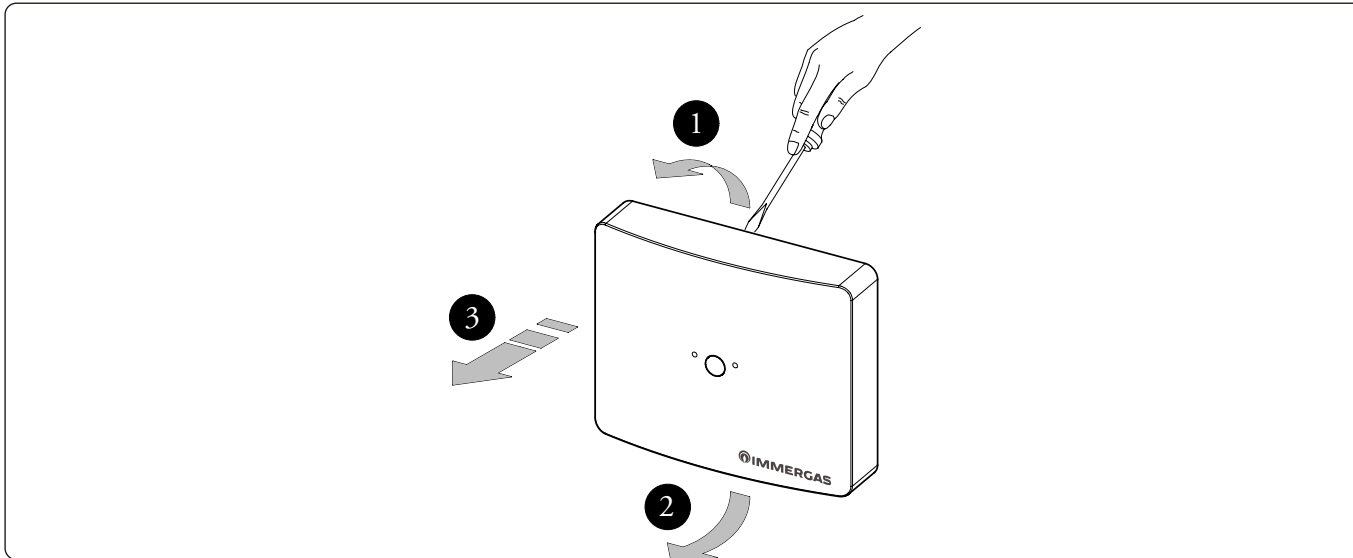

Fig. 9
1) Separare il supporto di fissaggio dal coperchio della sonda ambiente wireless facendo leva con un cacciavite nell'apposito incasso. Tirare manualmente verso l'esterno il coperchio per separarlo dal supporto (Fig. 9).
1) Separate the fixing support from the cover of the wireless room probe by prying with a screwdriver in the appropriate recess. Manually pull the cover outwards to separate it from the support (Fig. 9).